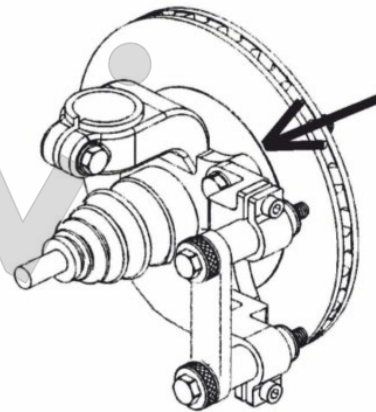

Рисунок 16
**7.2.3** Используйте синий крепежный адаптер, если отверстия для крепления суппорта имеют резьбу (см. рис. 16)